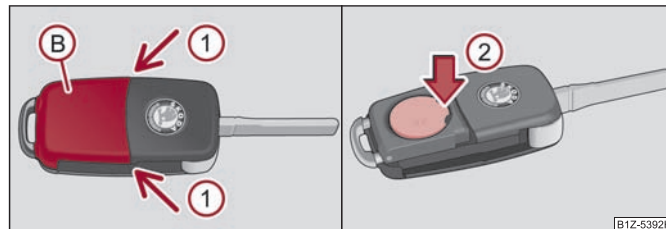
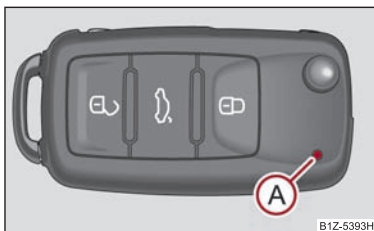

Fig. 2 Chiave con comando a distanza - rimozione del coperchio
Fig. 3 Chiave con comando a distanza
Ogni chiave a distanza è provvista di una batteria alloggiata sotto il coperchio **B** ⇒ pag. 1, fig. 2. Quando la batteria è scarica, premendo un tasto del telecomando, la spia di controllo rossa **A** non lampeggia ⇒ fig. 3. Sostituire la batteria come segue:
- Premere con cautela il coperchio in corrispondenza delle frecce **1** ⇒ pag. 1, fig. 2.
- Premendo verso il basso la batteria in corrispondenza della freccia **2**, togliere la batteria scarica dalla chiave ⇒ pag. 1, fig. 2.